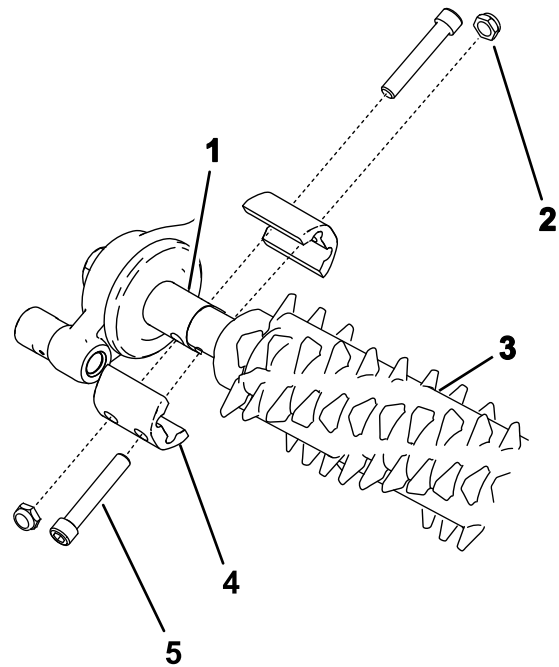

Рисунок 25
- Совместите уборочный барабан с блоком привода механической щетки и натяжным роликом в сборе (Рисунок 25).
- Затяните болты, которые удерживают узел механической щетки на месте, как показано на Рисунок 25; затяните болты с моментом от 5 до 7 Н·м.